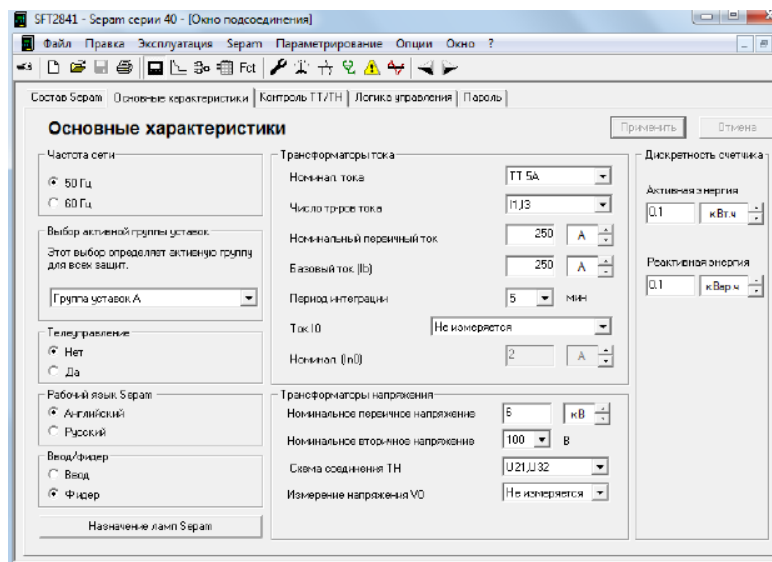

Рисунок 5.5 – Окно «Основные характеристики»
8. Выбрать вкладку «Основные характеристики» (рис. 5.5). Установить в поле «Частота сети» частоту – 50 Гц. В поле «Выбор активной группы» выбрать – «Группа уставок А». «Телеуправление» установить – нет. В поле «Рабочий язык Seram» выбрать – «Русский». В поле «Ввод/фидер» выбрать – «фидер».